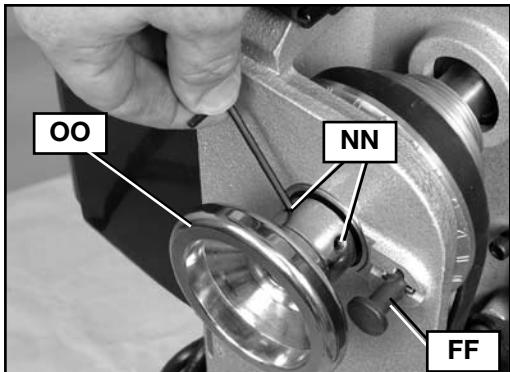
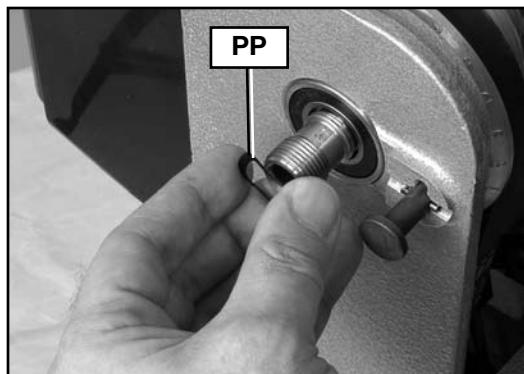

Fig. 31
Fig. 32
4. Afloje dos tornillos de sujeción (NN) Fig. 31 en el volante del eje (OO) Fig. 31 al menos 2 ó 3 vueltas para evitar dañar las roscas durante la extracción.
5. Encaje la clavija indicadora (FF) Fig. 31 y retire el volante del eje (OO). (**NOTA:** Las roscas están a la izquierda. Gire el volante en sentido de las agujas del reloj para aflojarlo y quitarlo.)
6. Quite el resorte ondulado (PP), Fig. 32.
14. Vuelva a instalar el resorte ondulado (PP) Fig. 32 y el volante (OO) Fig. 31. El volante se ajusta en sentido contrario a las agujas del reloj. Ajuste el volante completamente y luego aflojelo 1/4 de vuelta. **AVISO: NO LO AJUSTE EN EXCESO.** Si lo hace, los rodamientos podrían dañarse.
15. Ajuste bien los dos tornillos de sujeción del volante (NN) Fig. 31. Con la correa colgando suelta, gire el eje para asegurarse de que rote libremente.
19. Desencaje la clavija indicadora (FF) Fig. 31 si se la colocó para quitar el volante del eje (OO).